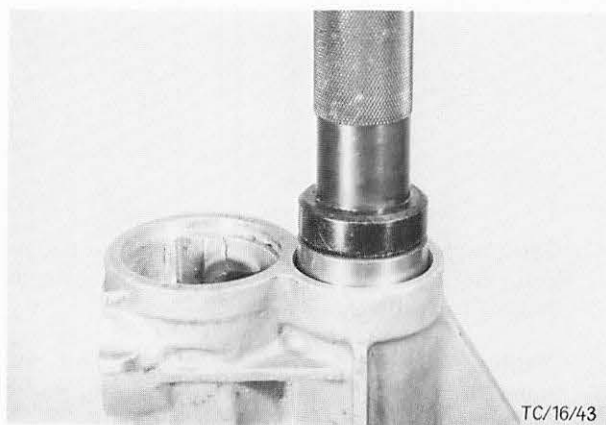

Abb. 65 Radialdichtring mit Spezialwerkzeug G2-7657-B einbauen.
52. Radialdichtring-Getriebeverlängerung mit Mehrzweckfett einstreichen und Dichtring mit Spezialwerkzeug G2-7657-B einbauen. Abb. 65.